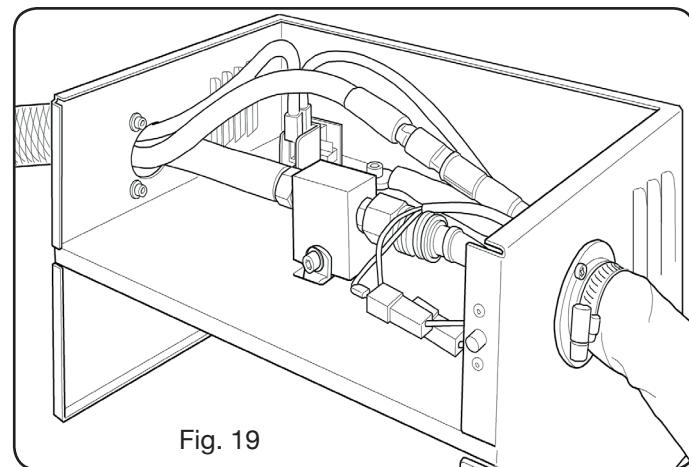

Fig. 19
- Insérer le câble de la torche (art. 1224, 1225 ou 1237) dans l'Unité HV19-1 (art. 464) de la façon indiquée sur la partie droite de figure 19.